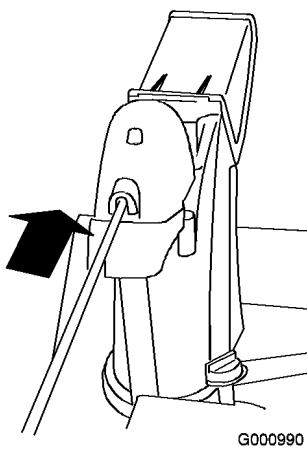

Figure 15
- Insérez l'avant de la tige dans l'ouverture au dos du couvercle du secteur denté de l'éjecteur jusqu'à ce qu'il glisse dans le secteur denté (Figure 15).